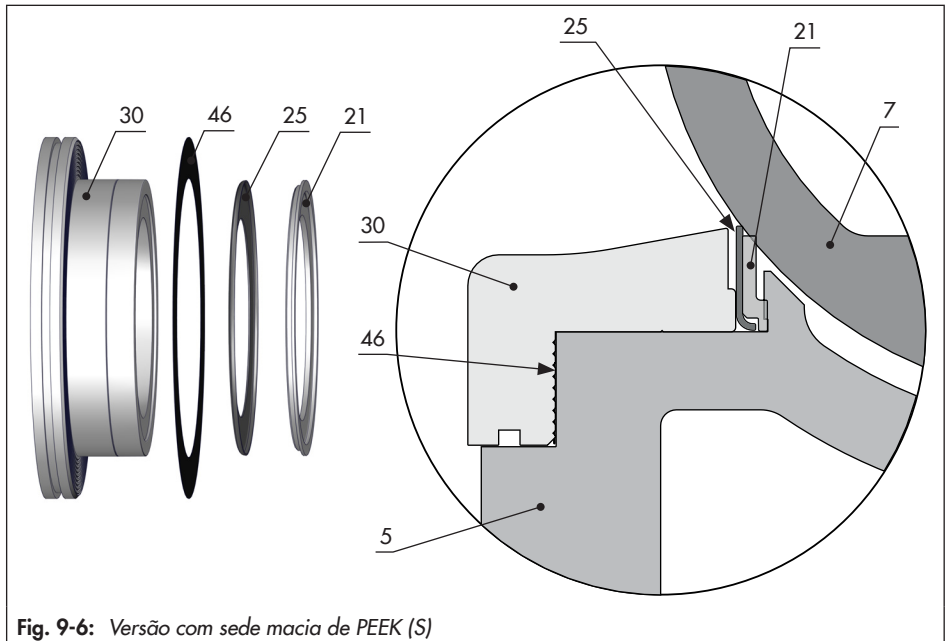

Fig. 9-6: Versão com sede macia de PEEK (S)
Consulte a Fig. 9-6
4. Insira uma sede nova (21) no corpo. Certifique-se de que está devidamente alinhado (consulte a Fig. 9-6).
5. Insira o anel de suporte (25). Certifique-se de que está devidamente alinhado (consulte a Fig. 9-6).
6. Monte a vedação do retentor (46) no retentor (30).
7. Insira o retentor (30) com a respetiva vedação (46) no corpo da válvula (consulte "Dica" na página 9-8) e fixe-o utilizando os parafusos de retenção (70) e as anilhas (80). Respeite os binários de aperto.